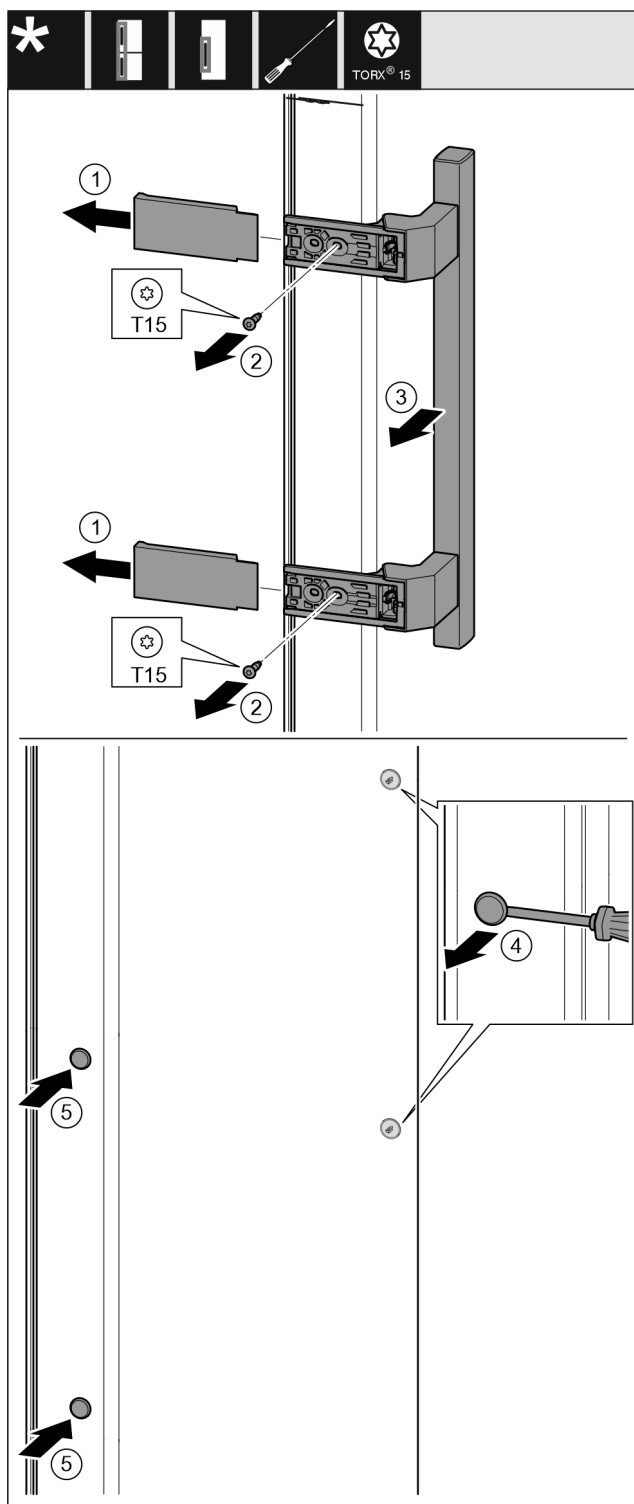

Fig. 20
- Снимите крышку. Fig. 20 (1)
- Выкрутите винты отверткой T15. Fig. 20 (2)
- Снимите ручку. Fig. 20 (3)
- Осторожно приподнимите шлицевой отверткой боковые заглушки и выньте их. Fig. 20 (4)
- Снова вставьте заглушки с другой стороны. Fig. 20 (5)